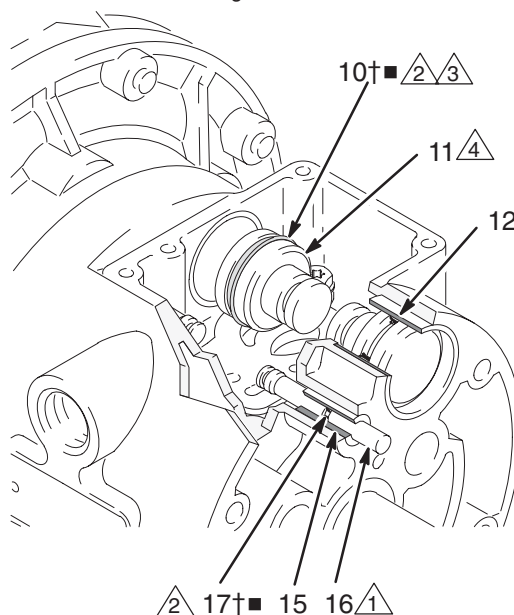

Fig. 10
4. Dra kolvarna (11) ur lagren (12). Ta bort u-cuptätningarna (10) från kolvarna. Dra ur styrstiften (16) ur lagren (15). Ta bort o-ringarna (17) från styrstiften. Se Fig. 10.
6. Inspektera lagren (12, 15) där de sitter. Se Fig. 10. Lagren är koniska och måste demonteras från utsidan om de är skadade. Detta kräver att vätskekammaren demonteras. Se sidan 22.
4. Montera en o-ring (17†■) på vart och ett av styrstiften (16). Fetta in stift och o-ringar. Sätt i stiften i lagren (15) med **smala** änden först. Se Fig. 10.
5. Montera en u-cuptätning (10†■) på var och en av kolvarna (11) med läpparna på tätningarna vända mot den **smala** änden på kolvarna. Se Fig. 10.
6. Smörj in packboxar (10†■) och kolvar (11). Sätt in kolvarna i lagren (12) med **grova** änden först. Låt de smala ändarna på kolvarna synas. Se Fig. 10.